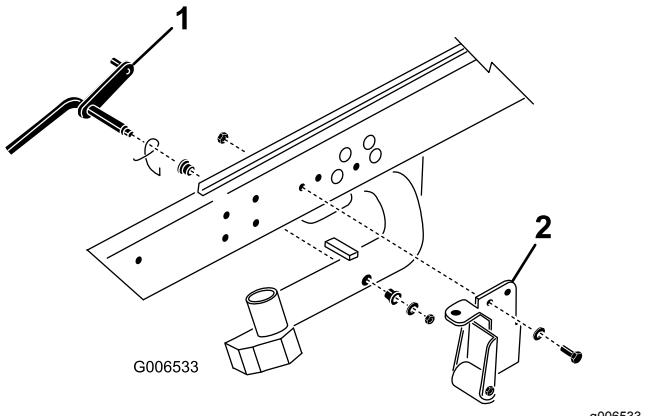

Bild 3
1. Entfernen Sie die Sicherungsmutter und die Scheibe, mit denen die Gelenkstange am Hubarm Nr. 2 befestigt ist (Bild 3). Nehmen Sie die Gelenkstange und die Feder vom Hubarm ab. Wiederholen Sie diese Schritte an den Hubarmen Nr. 1 und Nr. 3.
Hinweis: Die Stützhalterung der Kippvorrichtung mit der Rolle und die Stützhalterungen der Kippvorrichtung werden nicht für den Betrieb der DPA-Schneideeinheiten benötigt (Bild 3).